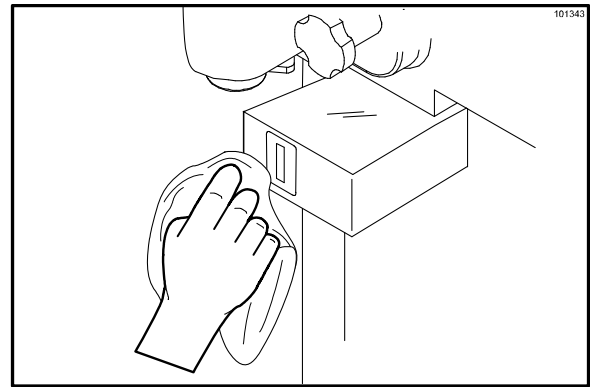

Abbildung 38
30. Mit einem sauberen, angefeuchteten, desinfizierten Tuch den Schutz des Portionierungssensors behutsam abwischen und alle Produktansammlungen entfernen. Sensorschutz auf Schäden prüfen und nötigenfalls auswechseln. (Siehe Abbildung 38.)